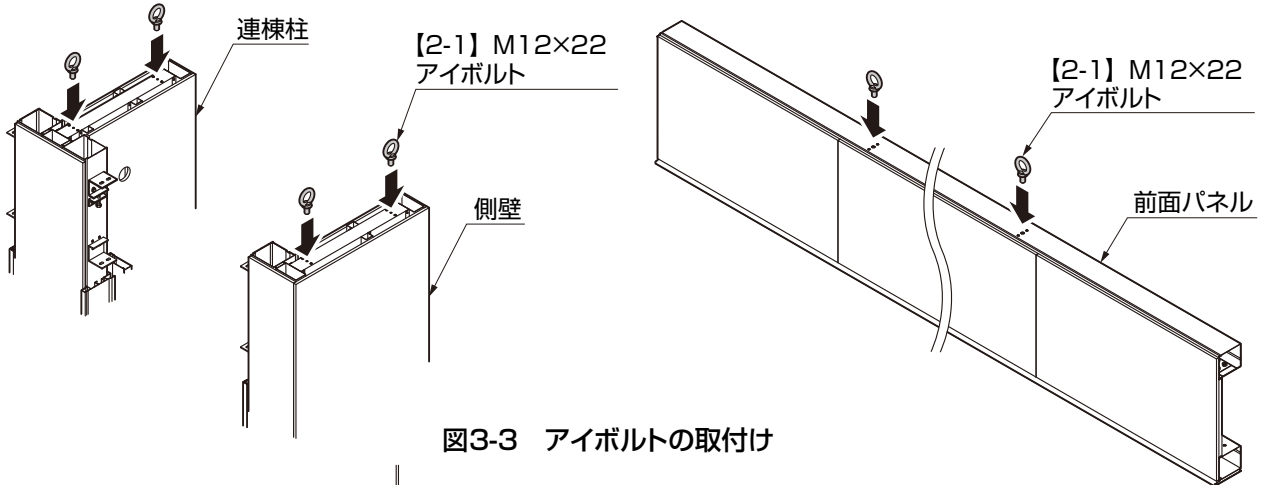

図3-3 アイボルトの取付け
- ①左右の側壁、連棟柱、前面パネルに【2-1】を取付けてください。(図3-3参照)